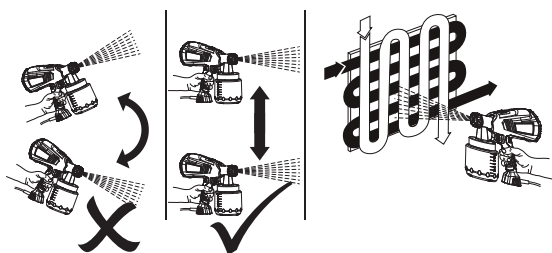

Fig. 11
- > Puxe completamente o gatilho do interruptor (9) e depois movimente-o através da área de trabalho numa direcção paralela. Pare o movimento da pistola a meio do curso causará um acúmulo de tinta e resultará em escorrimento. Não ventile a pistola de um lado para o outro enquanto estiver a pintar. Isto causará um acúmulo de tinta no centro do curso e um revestimento insuficiente em cada extremidade (Fig. 11).